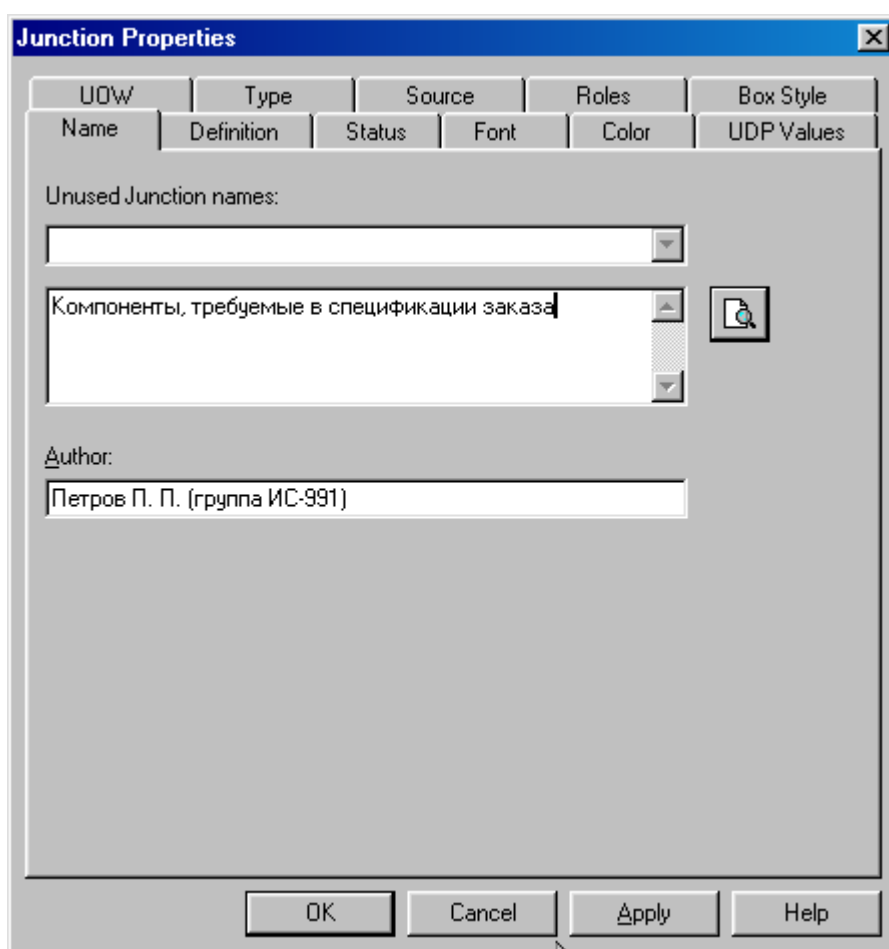

Рисунок 6.14 – Присвоение имени перекрестку **J1**
- 8 Правой кнопкой щелкните по перекрестку для разветвления **J1** (fan-out), выберите **Name** и внесите имя **"Компоненты, требуемые в спецификации заказа"** (рисунок 6.14).